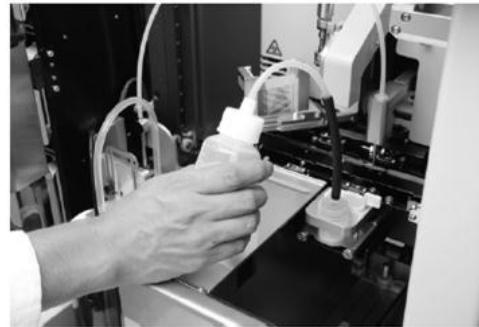

Abbildung 4-B
■ Vorratsbehälter für die Dosierpumpe (Abbildung 4-C)